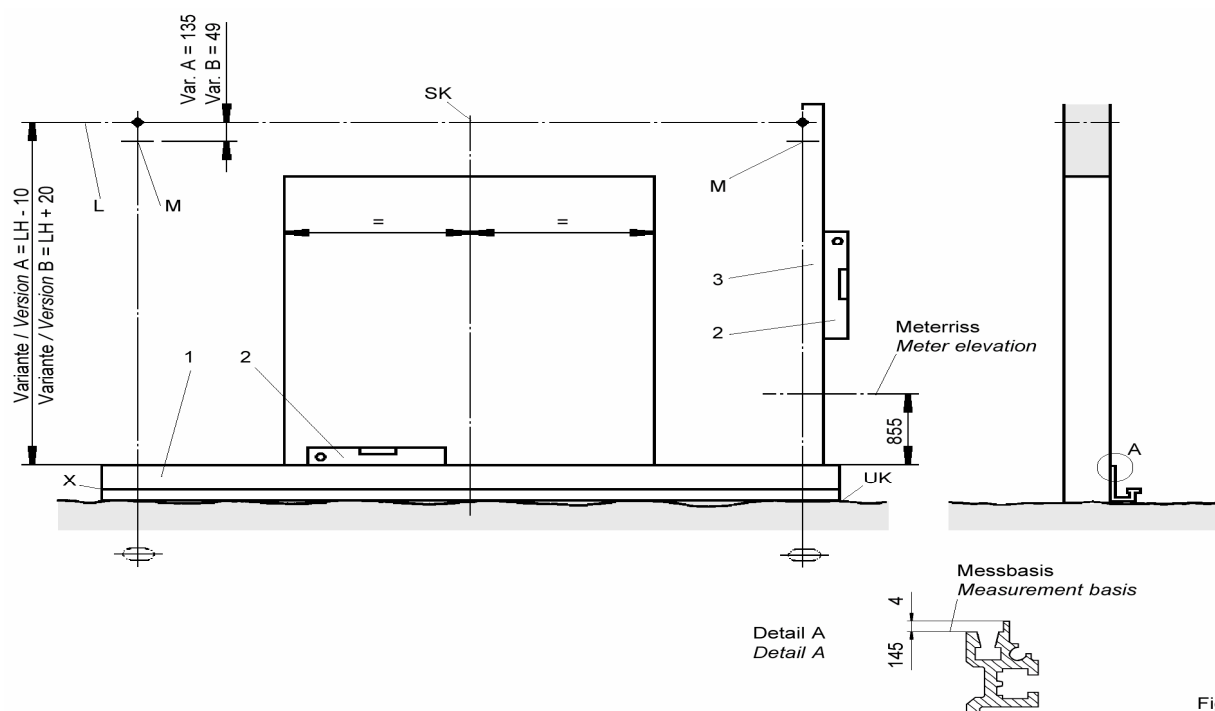

Рисунок 2.3 – Монтаж направляющего и несущего профилей
3. Начертить нижнюю кромку профиля М. (см рисунок 2.3).